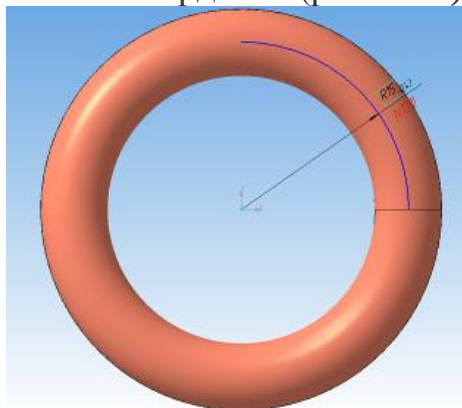

Рис. 10.3. Проведение дуги окружности
4. Выделяем плоскость ху и создадим на ней эскиз — дугу окружности радиусом 15 мм с центром в начале координат (рис. 10.3)